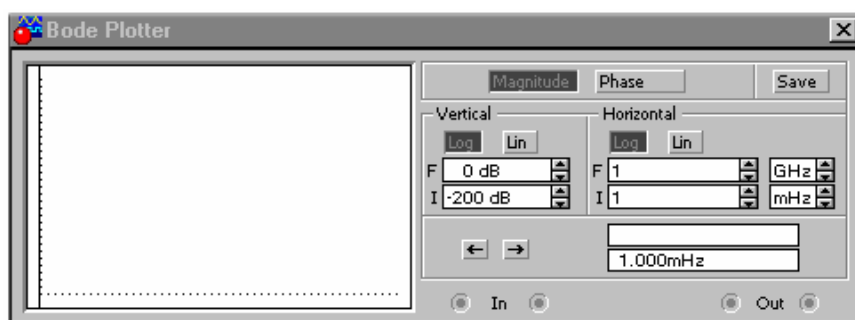

Рис. 5. Измеритель АЧХ и ФЧХ
**Измеритель АЧХ и ФЧХ.** Лицевая панель измерителя АЧХ-ФЧХ показана на рис. 5. Измеритель предназначен для анализа амплитудно-частотных (при нажатой кнопке MAGNITUDE, включена по умолчанию) и фазо-частотных (при нажатой кнопке PHASE) характеристик при логарифмической (кнопка LOG, включена по умолчанию) или линейной (кнопка LIN) шкале по осям Y (VERTICAL) и X (HORIZONTAL). Настройка измерителя заключается в выборе пределов измерения коэффициента передачи и вариации частоты с помощью кнопок в окошках  $F$  – максимальное и  $I$  – минимальное значение. Значение частоты и соответствующее ей значение коэффициента передачи или фазы индицируются в окошках в правом нижнем углу измерителя. Значения указанных величин в отдельных точках АЧХ или ФЧХ можно получить с помощью вертикальной визирной линии, находящейся в исходном состоянии в начале координат и перемещаемой по графику мышью или кнопками ←, →. Результаты измерения можно записать также в текстовый файл. Для этого необходимо нажать кнопку SAVE и в диалоговом окне указать имя файла (по умолчанию предлагается имя схемного файла). В полученном таким образом текстовом файле «\*.bod» АЧХ и ФЧХ представляются в табличном виде.